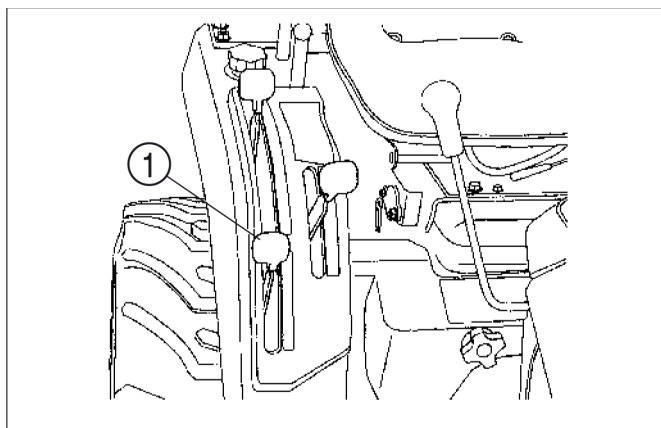

FIG. 22
**Abb. 22:** Der Schalthebel (1) schaltet den Antrieb für die Frontachse ein oder aus. Zeigt der Hebel nach vorne, ist die Frontachse eingerückt, die Motorleistung wird auf Vorder- und Hinterachse übertragen. Befindet sich der Hebel hinten, dann ist die Frontachse ausgerückt (4-WD).